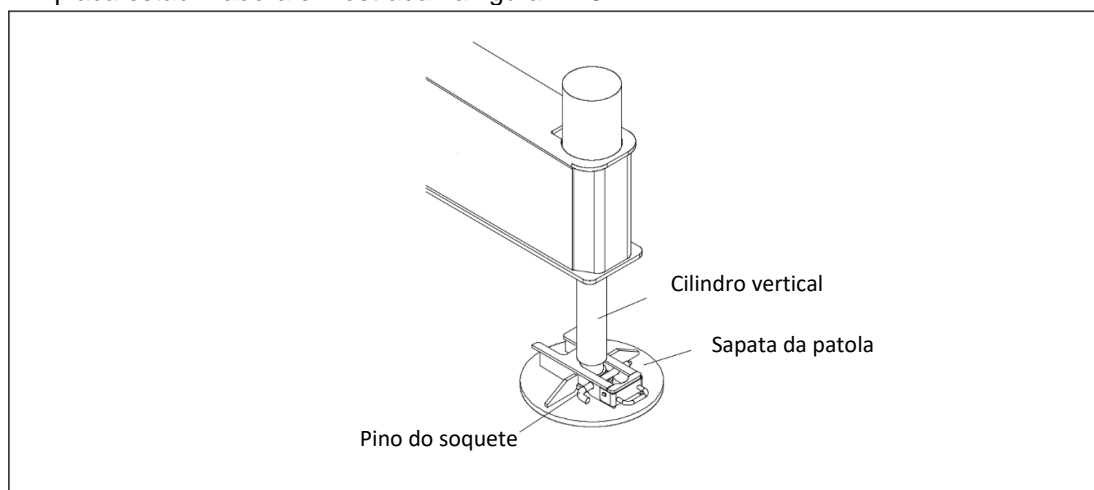

**Figura 4-25 Recolhendo o cilindro horizontal**
- 3) Mova a alavanca 1 para cima, para retrainr as vigas deslizantes completamente. Consulte a figura 4-25.